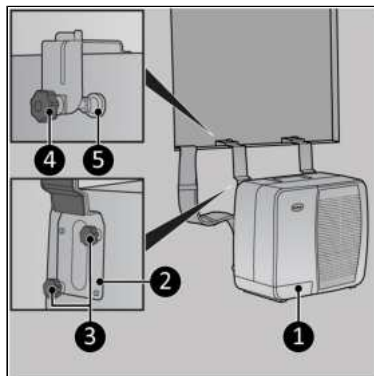

Figura 23.
1. Atașați suporturile inferioare ale rulotei (Figura 23, poz. 2) pentru exterior unitate (Figura 23, poz. 1) prin strângerea celor două capace cu șuruburi de pe suport (Figura 23, poz. 3).
2. Închideți unitatea exterioară (Figura 23, poz. 1) în
3. Strângeți șurubul de reglare (Figura 23, poz. 4) pe suport. Asigură-te că bara de protecție (Figura 23, poz. 5) este plasat vertical.